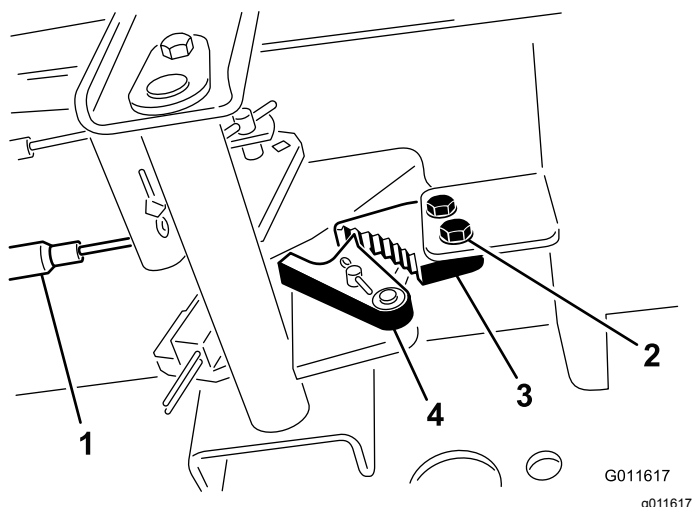

Figure 64
1. Desserrez les 2 vis qui fixent le cliquet du frein de stationnement au cadre (**Figure 64**).
2. Appuyez sur l'avant de la pédale du frein de stationnement jusqu'à ce que le verrou s'engage complètement sur le cliquet du frein (**Figure 64**).